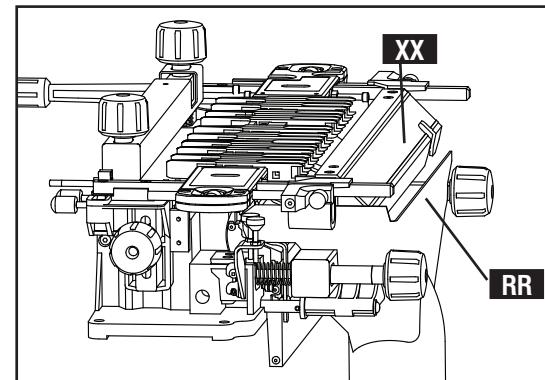
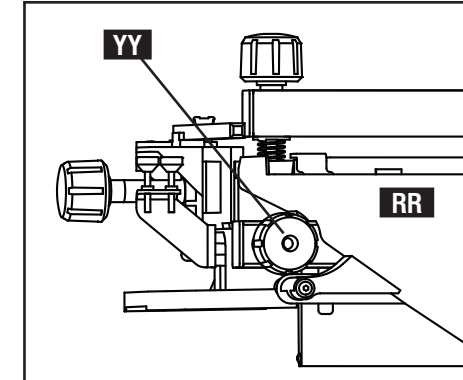
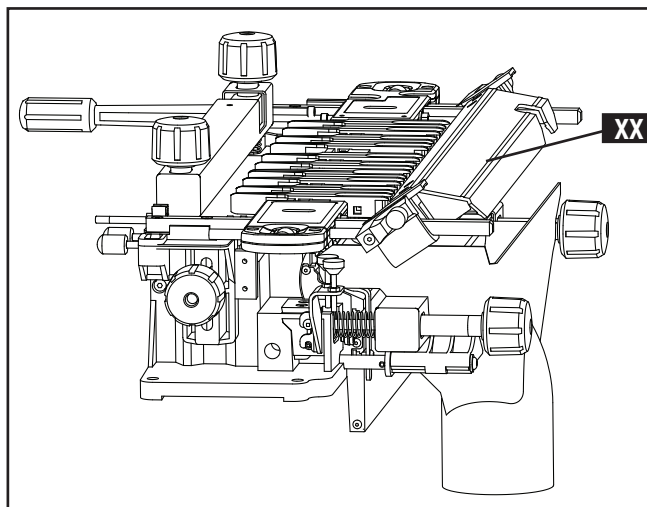

Fig. C25
Fig. C26
Fig. C27
Le rebord du déflecteur à poussière (RR) devrait reposer devant la barre stabilisatrice (XX) comme indiqué à la fig. C25. S'assurer que le déflecteur à poussière (RR), fig. C26, est également au-dessus du bouton (YY).
Lors de la mise en place de la barre stabilisatrice sur le système OMNIJIG doté du déflecteur à poussière, incliner la barre (XX) comme indiqué à la fig. C27, et s'assurer qu'elle repose en place comme indiqué à la fig. C25.